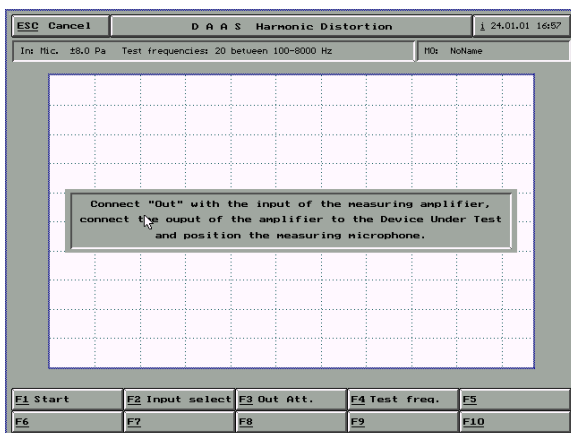
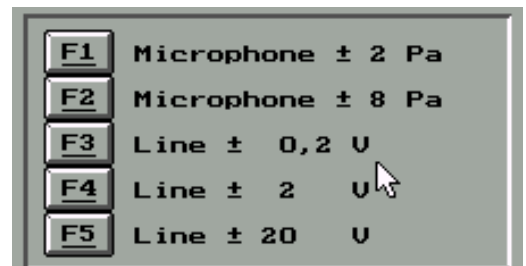

图 8-2
图 8-3
2) 点击F2出现如图8-2界面-点击F2 Input select出现如图8-3界面-选F2 Microphone +/- 8 Pa (如果测放大器 请选F5)